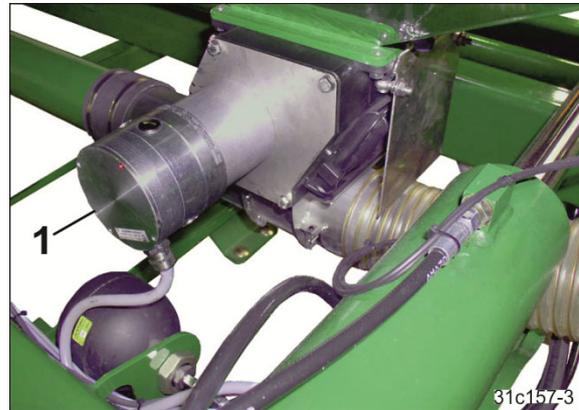

Fig. 7
- Electromotor reductor EA423 (Fig. 7/1)